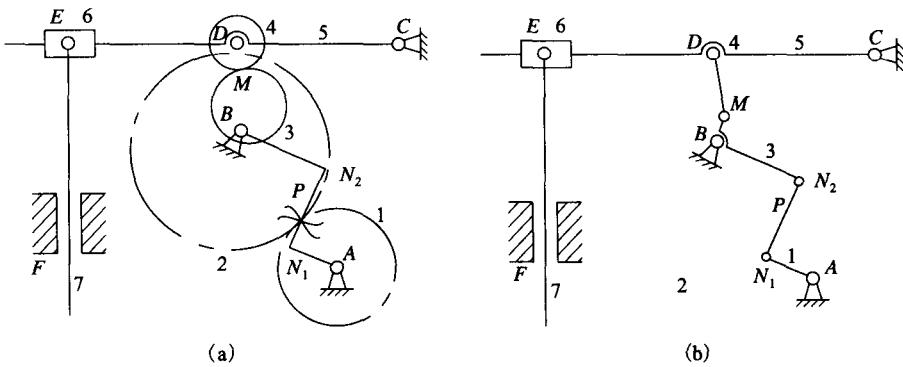

图 1-5
**例 5** 如图1-5所示的冲压机高副机构由原动件齿轮1、齿轮2（或凸轮3）、滚子4、摆杆5、滑块6和执行件7所组成。试求机构的自由度，并用“高副低代法”进行机构的组成分析。